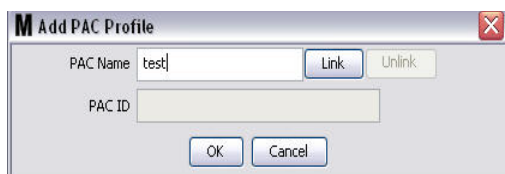

FIG. 113
3. L'écran "Add PAC Profile" (Ajouter un profil de PAC) est illustré dans la FIG. 113. Dans cet écran, vous êtes invité à donner un nom à la PAC. Après avoir saisi le nom de la PAC dans le champ, cliquez sur "OK" pour fermer l'écran et enregistrer les modifications.